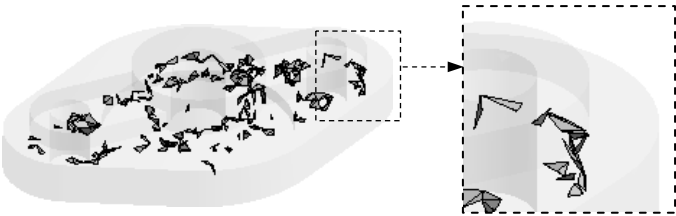

图 5.4.3 四面体单元
- ◆ Tet10 图例：表示 10 单元节点的四面体单元，单击图表中对应颜色的柱状图，在图形区显示所有的四面体单元，如图 5.4.3 所示。